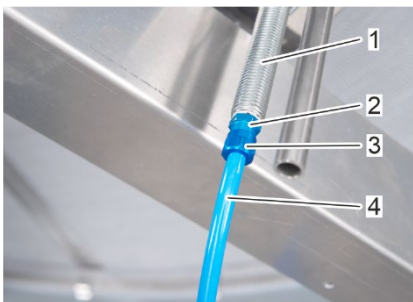

Abbildung 62: Sicherung des Druckluftschlauchs
- Sichern Sie den Druckluftschlauch (Abbildung 62/4) an der Druckluftdüse (Abbildung 62/1), indem Sie die Überwurfmutter (Abbildung 62/3) auf den Einschraubbolzen (Abbildung 62/2) schrauben.